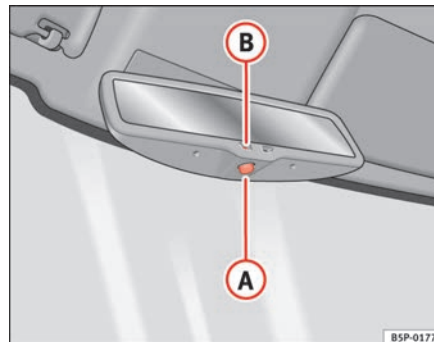

Fig. 86 Retrovisor interior con ajuste automático para posición antideslumbrante.
- Pulse la tecla (A) ⇒ fig. 86. El testigo de control (B) se apaga.
- Pulse la tecla (A) ⇒ fig. 86. El testigo de control se enciende.